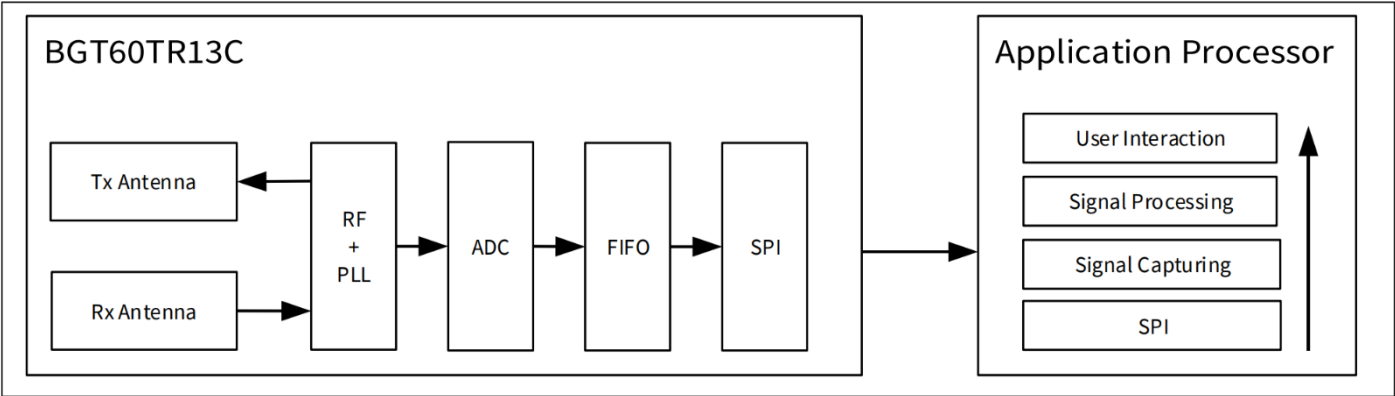

图1 完整雷达传感器系统中的数据流
BGT60TR13C 的核心功能是通过发射通道 (TX) 发射调频连续波 (FMCW) 信号，并通过三个接收通道 (RX) 接收目标物体的回波信号。每个接收路径包含一个基带滤波器、一个 VGA 和一个 ADC。数字化输出存储在 FIFO 中。数据被传输到外部主机、微控制器单元 (MCU) 或应用处理器 (AP)，以进行雷达信号处理。一个典型的传感器系统仅由两个主要模块组成（参见图 1）：